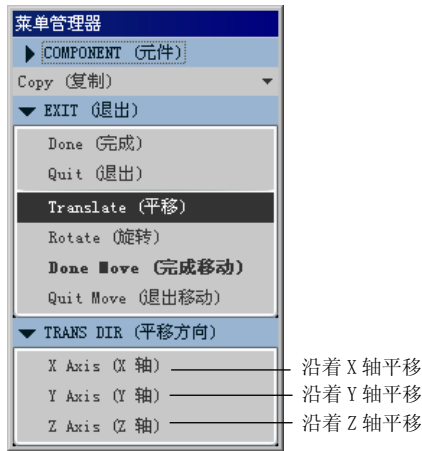

图 7.4.4 “复制”子菜单
Step7. 选择复制类型：在图 7.4.4 所示的“复制”子菜单中选择 **Translate (平移)** 命令。
(1) 在图 7.4.4 所示的菜单中选择 **X Axis (X轴)** 命令。
(2) 在系统 **输入 平移的距离x方向:** 的提示下，输入沿 X 轴的移动距离值 25.0，并单击 **✓** 按钮。
(3) 选择 **Done Move (完成移动)** 命令。
(4) 在系统 **输入沿这个复合方向的实例数目:** 的提示下，输入沿 X 轴的实例个数 3，并单击 **✓** 按钮。
- (1) 选择 **Y Axis (Y轴)** 命令。
- (2) 在系统提示下，输入沿 Y 轴的移动距离值-35.0，并单击 按钮。
- (3) 选择 **Done Move (完成移动)** 命令。
- (4) 在系统提示下，输入沿 Y 轴的实例个数 2，并单击 按钮。
Step10. 选择图 7.4.4 所示菜单中的 **Quit Move (退出移动)** 命令，选择 **Done (完成)** 命令。